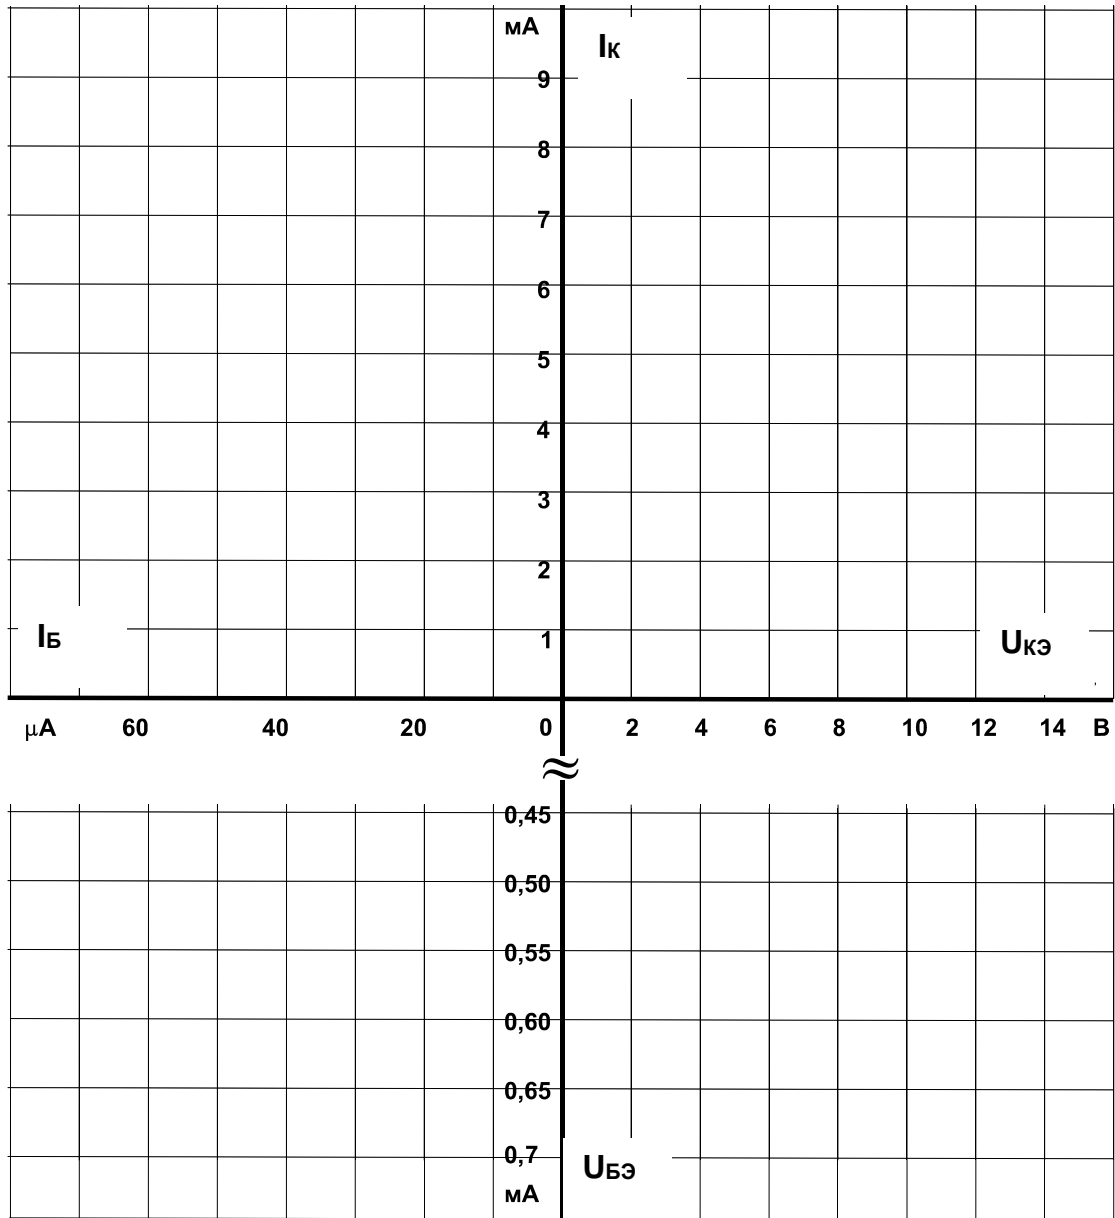

Рис. 4.3.3
- На рис. 4.3.3 постройте графики семейства выходных характеристик $I_{К}(U_{КЭ})$ и семейство характеристик обратной связи $U_{БЭ}(U_{КЭ})$, не забыв указать какому току базы соответствует каждая кривая.
- На рис. 4.3.3 постройте графики входных $I_{Б}(U_{БЭ})$ и регулировочных $I_{К}(I_{Б})$ характеристик, указав для каждой кривой соответствующие значения $U_{КЭ}$.